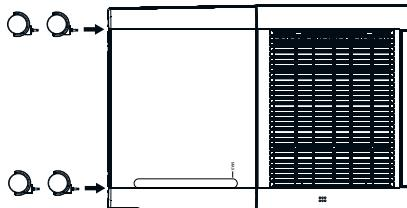

Fig. 1
- Inserire le rotelle  nei quattro fori presenti sul lato inferiore dell'apparecchio premendole finché non s'innestano completamente (vedere fig. 1).